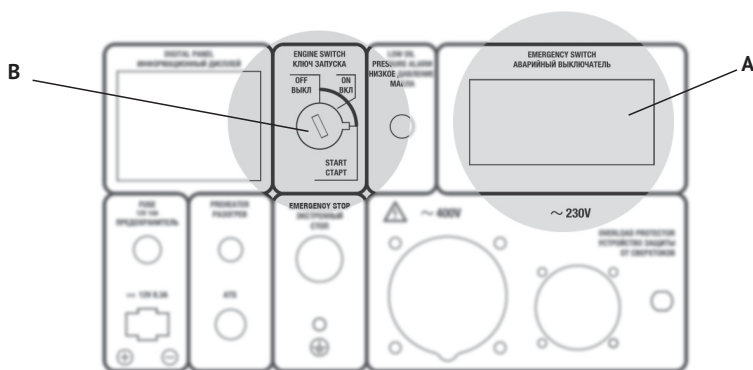

Рис. 11
- Установить ключ в положение ВКЛ (рис.11, **В**).
- Установите автомат защиты (аварийный выключатель) в положение ВЫКЛ (рис.11, **A**).
- Поверните ключ в положение ВЫКЛ (рис.11, **B**).